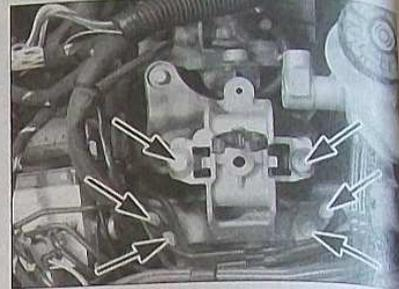

FIG.6
- le support de la boîte (Fig.6).